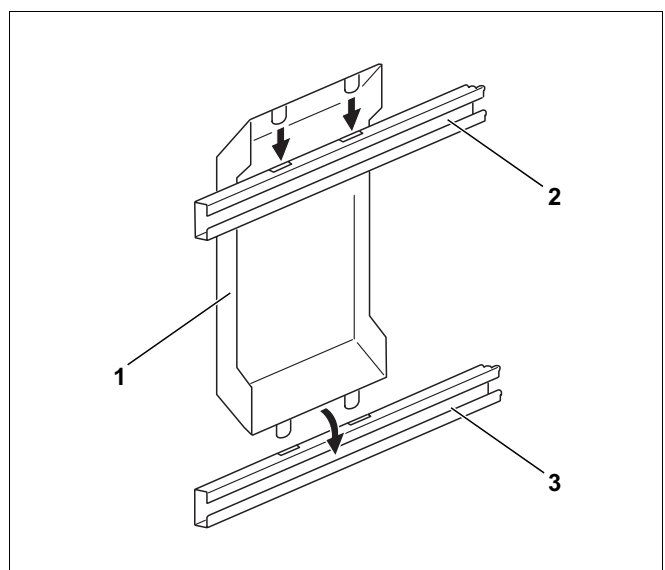
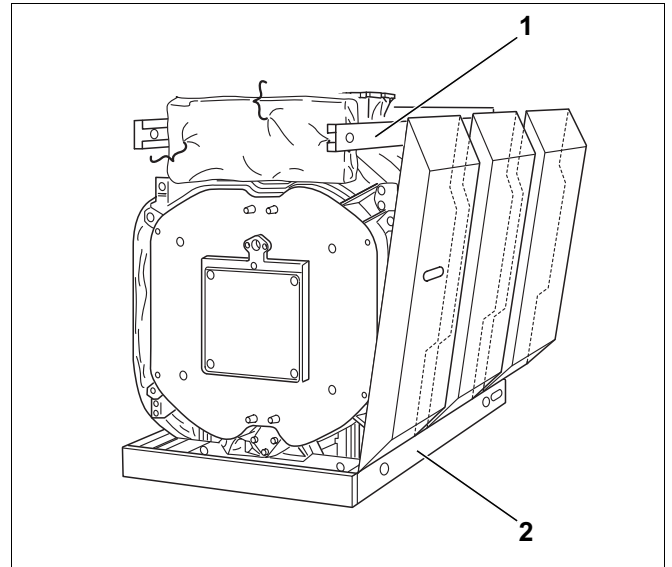

Fig. 41
Fig. 42
- Skyv den nedre kanten til den første sideveggdelen (fig. 41, **pos. 1**) bak den nedre langsgående traversen (fig. 41, **pos. 3**), løft sideveggdelen litt opp og hekk hakene inn i slissene (se også fig. 42) i den øvre langsgående traversen (fig. 41, **pos. 2**).
- Skyv den nedre kanten på de andre sideveggene bak den nedre langsgående traversen (fig. 42, **pos. 2**), løft sideveggene litt opp og heng den øvre kanten over den øvre langsgående traversen (fig. 42, **pos. 1**).